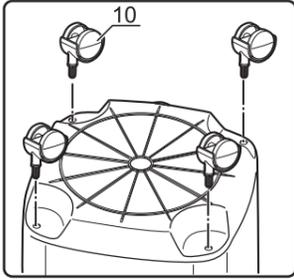

fig.3
- 케이스를 뒤집고 바퀴(10)를 삽입하십시오. 올바르게 장착되었는지 확인하십시오. (fig.3)